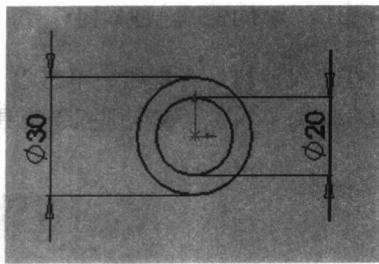

图 1-9 绘制的草图
- (1) 打开中文版 SolidWorks 2007，建立一个新零件文件。
- (2) 在“设计树”管理器中单击选择“前视基准面”，然后在视图区中以原点为圆心绘制直径分别为 30mm 和 20mm 的同心圆，并使用“智能尺寸”工具（) 标注尺寸，如图 1-9 所示。